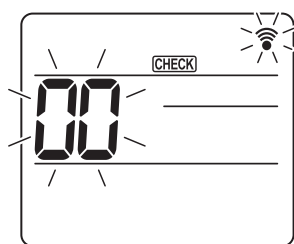
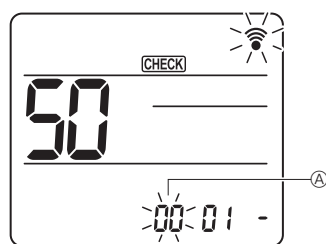
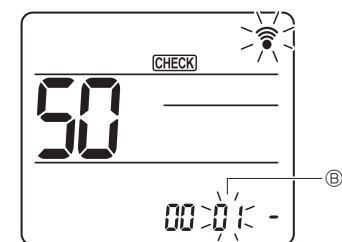
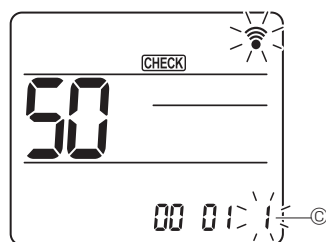

Fig. 7-16
Fig. 7-17
Fig. 7-18
Fig. 7-19
#### 7.4.2. Za pomocą bezprzewodowego pilota zdalnego sterowania (Fig. 7-16, Fig. 7-17, Fig. 7-18, Fig. 7-19)
(Tę operację należy zacząć od stanu wyłączzonego wyświetlacza pilota zdalnego sterowania). Pozycja [CHECK] (Kontrola) jest podświetlona i miga "00". (Fig. 7-16)
Nacisnąć przycisk [↓], aby ustawić numer jednostki ①. (Fig. 7-17)
Nacisnąć przycisk [↓], aby ustawić numer trybu ②. (Fig. 7-18)
Przycisk [↓] służy do zmieniania numeru ustawienia ③. (Fig. 7-19)